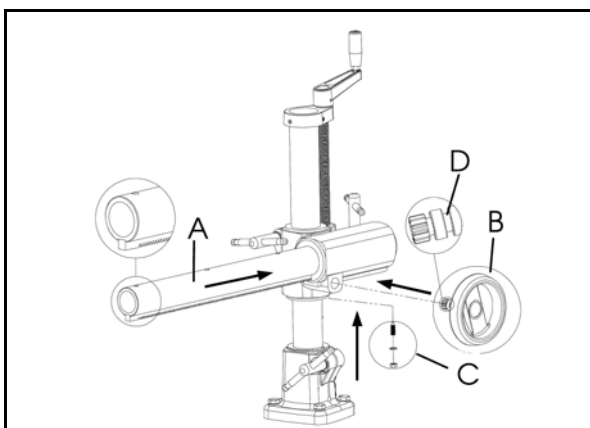

Abb. 7: Montage des Ständers
Schritt 4: Den Arm (Pos. A, Abb 7) in die Führung einsetzen, das Handrad (Pos. B, Abb. 7) einsetzen, Schraube Pos.C in Pos. D (Abb.7) einsetzen.